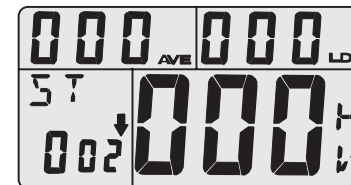

图 5.6
(5) 选择好测试方向后, 按 SET 键确认并保存以上各步所设参数。HT-1000A 将删除之前所有测试结果, HT-2000A 将储存最后的测试结果, 并开始一组的测试。屏幕显示如图 5.6 所示